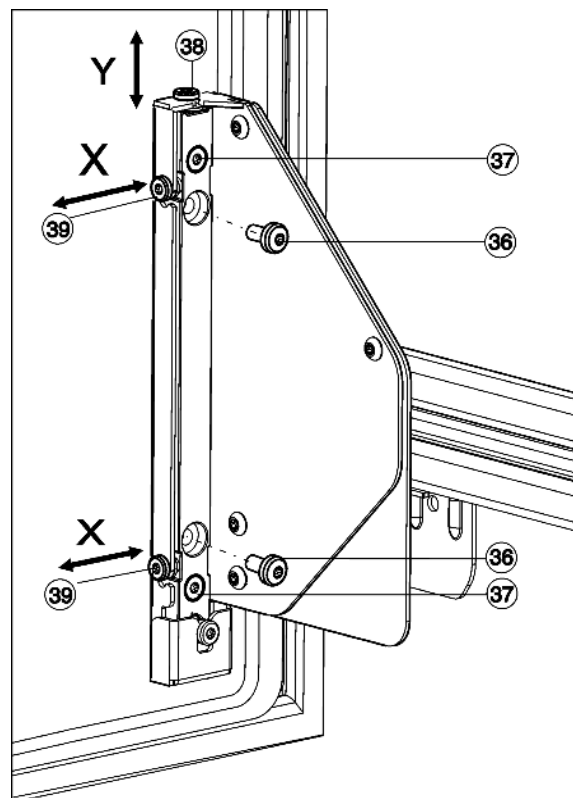

Fig. 23
- Dévisser entièrement les vis Fig. 23 (36).
- ▷ Les vis Fig. 23 (36) ne sont plus nécessaires, vous pouvez vous en débarrasser.
- Dévisser les vis Fig. 23 (37) d'1 à 2 tours.
- Tourner la vis d'ajustement (38). Dans le sens des aiguilles d'une montre : la porte bouge de max. 4 mm vers le haut. Dans le sens contraire des aiguilles d'une montre : la porte bouge de max. 2 mm vers le bas.
- Revisser toutes les vis Fig. 23 (37) à fond.
- Si les vis Fig. 23 (36) sont encore existantes, les dévisser entièrement.
- Ajuster les vis d'ajustement Fig. 23 (39) selon la direction d'ajustement latérale souhaitée.
- Revisser les vis Fig. 23 (37) à fond après avoir effectué l'ajustement latéral.